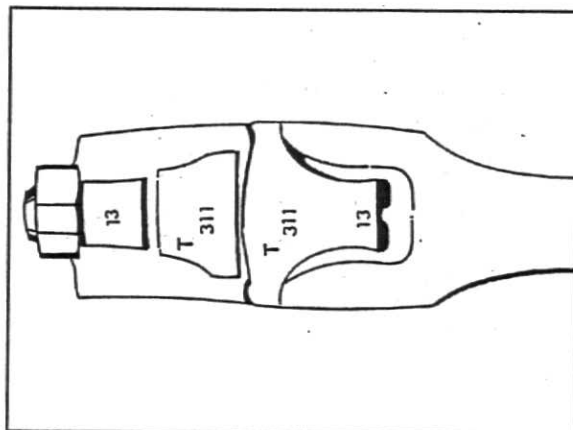

Fig. 9
7. A biela e a capa possuem numa das laterais o código de peso e número de série correspondente. Na montagem da capa, verifique se o número de série corresponde com o da biela, fig.9.